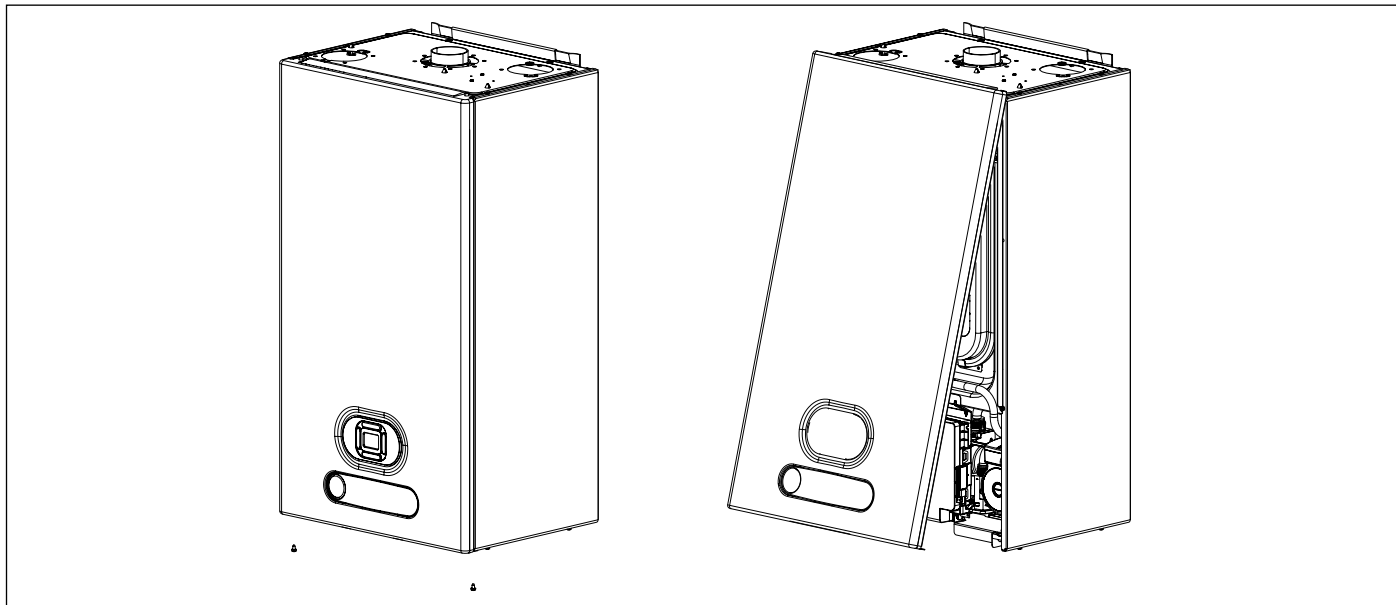

Рис. 23 Зняття передньої панелі
- Зняти передню панель котла (дивись Рис. 23 Зняття передньої панелі).